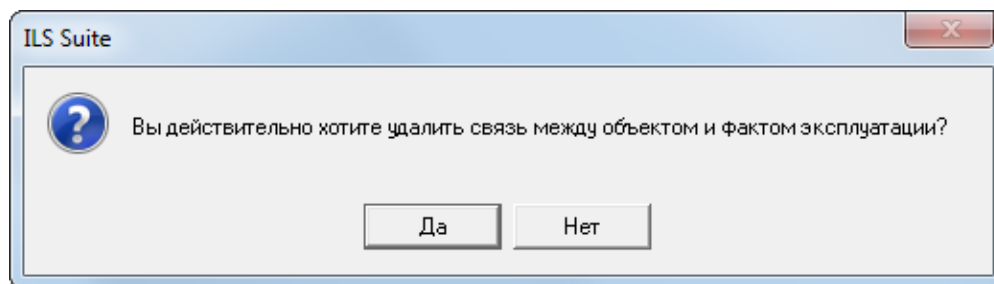

Рис. 13-364 – Диалоговое окно
- 6) В открывшемся диалоговом окне нажать «Да» для подтверждения действия (рис. 13-364).